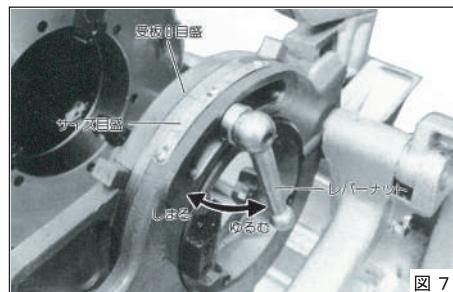

図 7
- ③レバーナットをゆるめ、溝を切るパイプ寸法（サイズ目盛）の受板の0目盛を合わせてからレバーナットを締め付けてください。(図7)